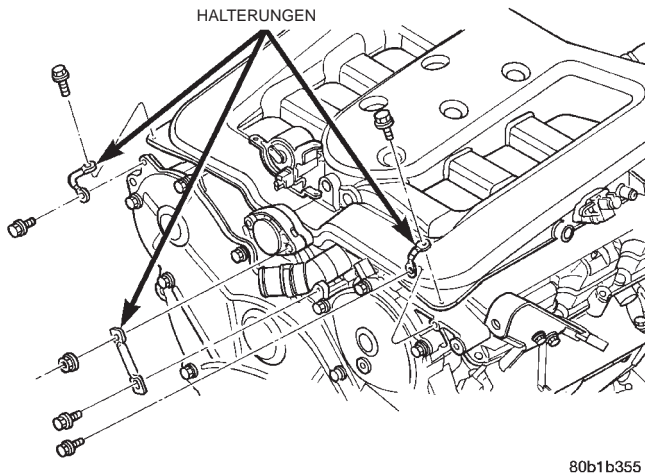

Abb. 13 Ansaugkrümmer-Halterungen—vorn
(6) Die Halterungen rechts und links am Ansaugkrümmer abbauen.
(7) Die Halterungen an den vorderen Ecken des Ansaugkrümmers und am Sammler-Stellventil (MTV) abbauen (Abb. 13).
(8) Das obere Befestigungselement lockern, mit dem das Drosselklappengehäuse an der Halterung befestigt ist.
(9) Die Klammern abbauen, mit denen die AGR-Rohre am Ansaugkrümmer befestigt sind. Näheres hierzu siehe Kapitel 25, "Einrichtungen zur Begrenzung des Schadstoffausstoßes".
(10) Die Befestigungsschrauben des Ansaugkrümmers lösen und den Ansaugkrümmer abnehmen.
(5) Die Halterungen rechts und links am Ansaugkrümmer anbauen.
(6) Die Ansaugkrümmer-Halterungen an den vorderen Ecken und am Sammler-Stellventil (MTV) (Abb. 13) anbauen.
(7) Die Schraube festziehen, mit der das Drosselklappengehäuse an der Halterung befestigt ist.
(8) Die Unterdruckleitungen an folgenden Einrichtungen anschließen: Saugrohr-Schaltventil (SRV), Tempomat-Unterdruckbehälter und Magnetventil der Kurbelgehäuse-Zwangsentlüftung.
(9) Die Steckverbinder an folgenden Einrichtungen anschließen: Ansaugluft-Temperaturfühler/Ansaugunterdruckfühler (TMAP), Leerlaufdrehzahlregler (IAC), Fühler/Drosselklappenstellung (TPS) und Sammler-Stellventil (MTV).
(10) Die AGR-Rohre am Ansaugkrümmer anbauen. Näheres hierzu siehe Kapitel 25, "Einrichtungen zur Begrenzung des Schadstoffausstoßes".
(11) Den Gaszug und den Seilzug/Tempomat an der Halterung und am Drosselklappenhebel einhängen.
(12) Das Ansaugluftfiltergehäuse einschließlich Luftansaugschlauch anbauen.
(13) Das Minuskabel (-) am externen Überbrückungsanschluß anschließen.